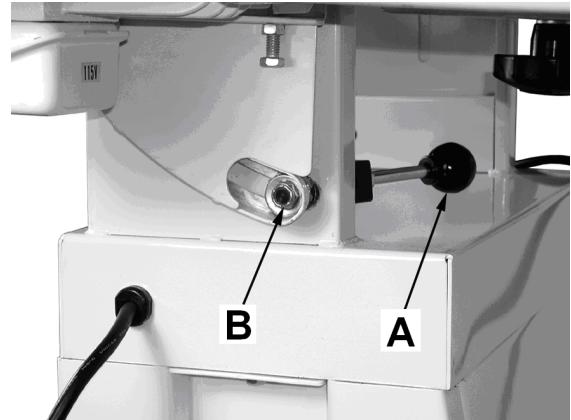

Fig 13
Die Klemmfunktion des Klemmhebels (A, Fig 13) ist justierbar. Dazu die Selbstsichernde Mutter (B) verstellen.
Bei leicht gelöster Motorklemmung (A, Fig 13) kann mit den Stellschrauben (B) der Bandlauf verändert werden.